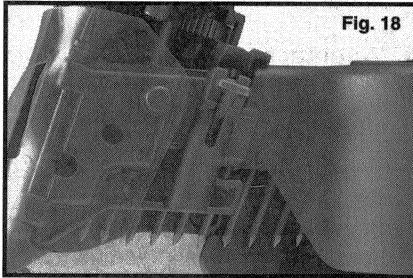

Fig. 18
5. Fermez le couvercle du chargeur puis fermez et verrouillez le couvercle du magasin (voir Fig. 18).